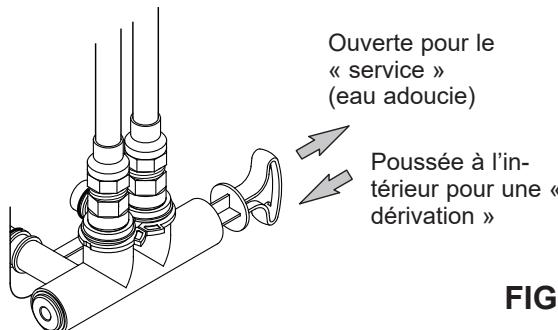
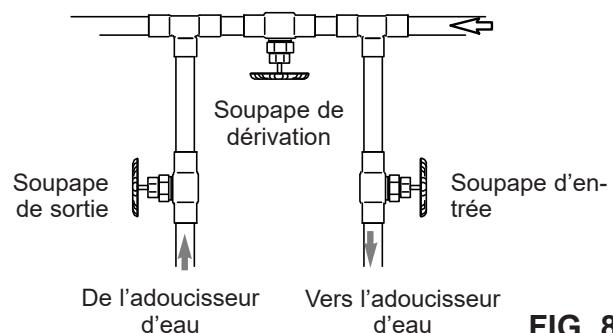

FIG. 7
FIG. 8
Installez une soupape de dérivation simple (inclus), de la manière illustrée à la figure 7, ou, si telle est votre préférence, le système de dérivation à trois robinets (pièces non incluses) en vous reportant à la figure 8. Les robinets de dérivation vous permettent de couper l'eau alimentant l'adoucisseur, au besoin, pour effectuer des travaux d'entretien tout en continuant d'avoir de l'eau dans les tuyaux.
ATTENTION : Le tuyau d'eau froide (en métal) d'une maison est souvent utilisé pour assurer la mise à la terre du circuit électrique de l'habitation. Le mode d'installation de la soupape de dérivation triple illustré à la Figure 8 maintiendra la continuité de la mise à la terre. Si vous utilisez des soupapes de dérivation en plastique sur l'appareil, la continuité sera rompue. Pour rétablir la mise à la terre, procédez comme suit :
2. Placez la soupape de dérivation (simple ou à trois robinets) en position de « dérivation ». Consultez les figures 7 et 8 à la page 7.